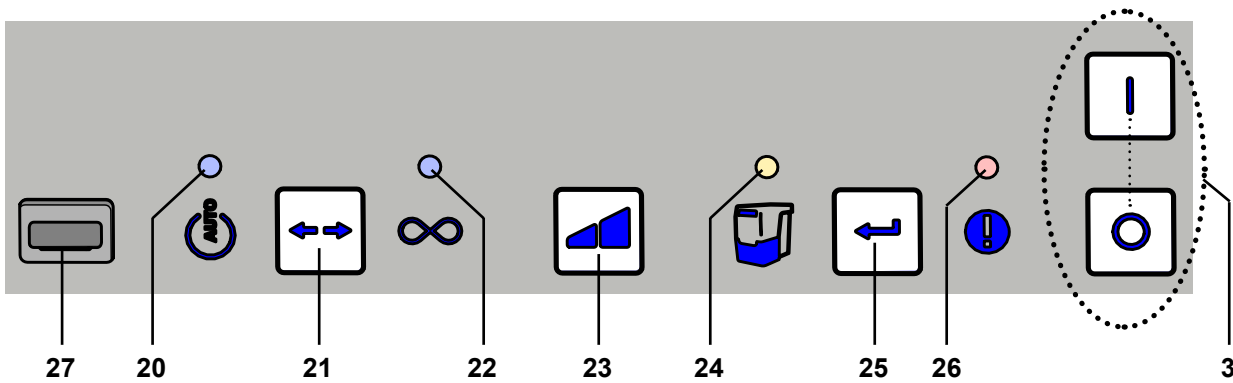

図 2
- ⇒装置のオン・オフ スイッチ(3、図2) をオフにします。
集塵装置の操作は操作パネル(図 2)で行います。